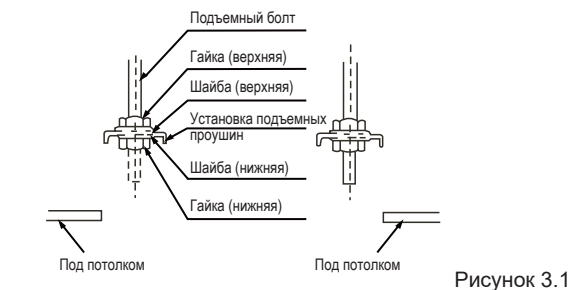

Рисунок 3.1
1. Отрегулируйте положение гаек. Величину зазора между шайбой (внизу) и потолком следует выбирать исходя из конкретной строительной конструкции. См. рисунок 3.1.